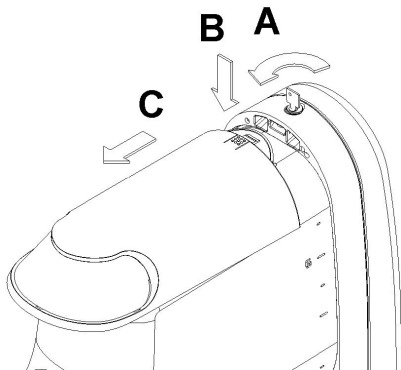

figura 6
Nel caso sia presente la serratura per la chiusura di sicurezza del coperchio, ruotare la chiave in senso antiorario per sbloccare il tasto di apertura (vedere figura 6).
**1** Per rimuovere il coperchio del contenitore, premere il tasto superiore e far scorrere il coperchio stesso verso la parte anteriore del contenitore. Nel caso sia presente la serratura per la chiusura di sicurezza del coperchio, ruotare la chiave in senso antiorario per sbloccare il tasto di apertura (vedere figura 6).